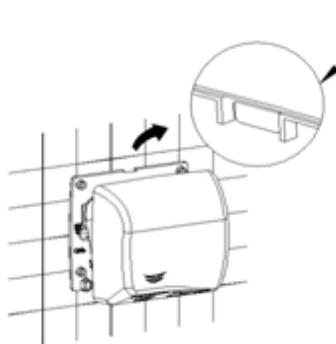

Рисунок 9
**5. Установить корпус сушилки на ее основании, вставив верхний затвор точно в паз основания (смогите рис. 9).**